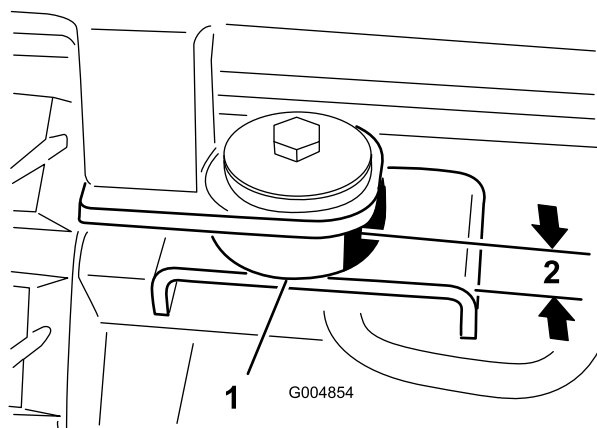

Figura 67
3. Inserite un supporto in gomma della cabina nei punti di montaggio anteriori (Figura 67).